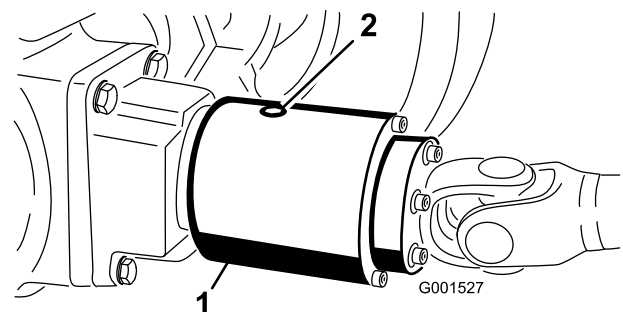

Bild 29
2. Drehen Sie die Kupplung (Bild 29) so, dass die Prüfschraube (in der 12-Uhr-Stellung abgebildet) auf der 4-Uhr-Stellung steht.